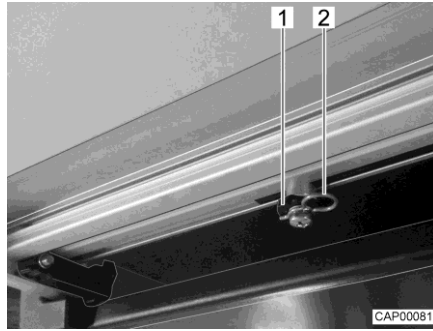

Fig. 4 Tige d'entraînement (marchepied)
- Sur la partie inférieure du marchepied, retirer les deux clips de fixation (Fig. 4,2) sur les tiges d'entraînement (Fig. 4,1).